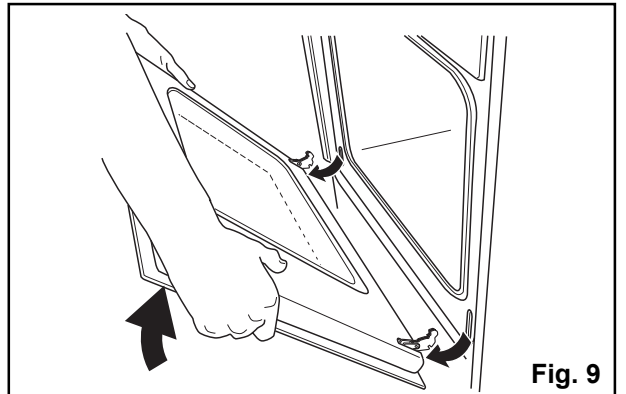

Fig. 9
3. Saisissez la porte à deux mains sur les côtés et fermez-la **jusqu'à ce que vous sentiez une résistance**. Prolongez le mouvement en la soutenant jusqu'aux 3/4 de la fermeture (Fig. 9).
4. Retirez la porte du four (Fig. 9).